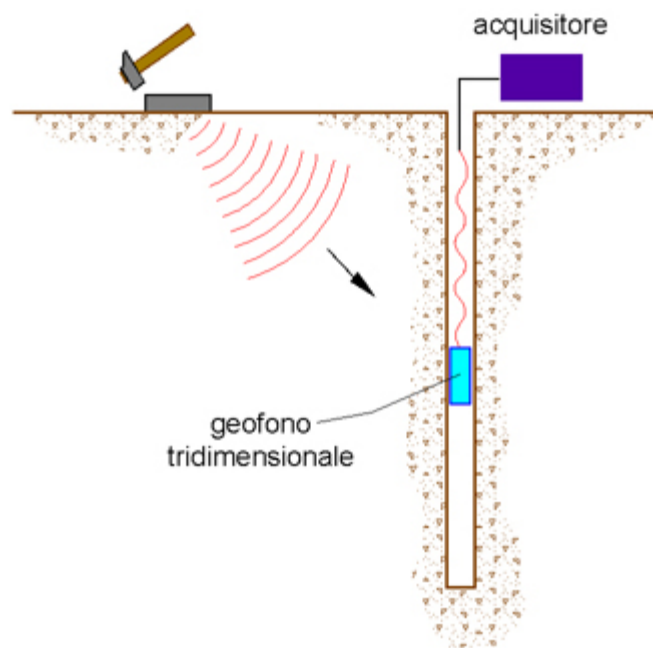

Figura 1 - Esquema down hole con un solo receptor
En el método sísmico down hole (DH) se mide el tiempo necesario para las ondas P e S al moverse una fuente sísmica colocada en superficie y receptores ubicados en el interior de un orificio de sondeo (figura 1, 2).